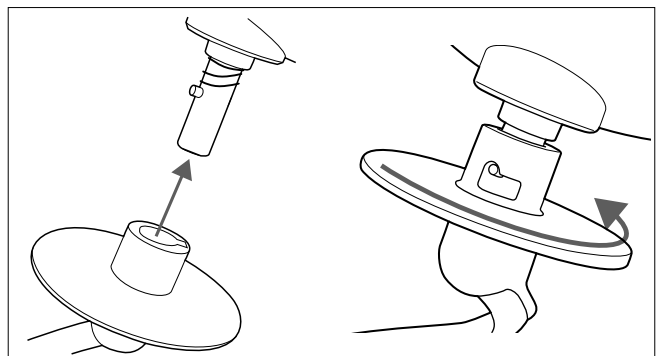

Abb. 11 – Rühraufsatz aufstecken und verriegeln
2. Stecken Sie den gewünschten Rühraufsatz (Knethaken, Flachrührer oder Schneebesen) wie abgebildet in die Maschine (siehe Abb. 11).